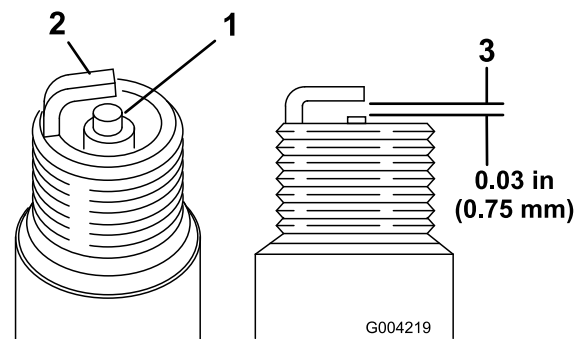

Figura 35
1. Mire la parte central de ambas bujías (Figura 35). Si se observa un color gris o marrón claro en el aislante, el motor está funcionando correctamente. Si el aislante aparece de color negro, significa que el limpiador de aire está sucio.
2. Compruebe la separación entre los electrodos central y lateral (Figura 35).
3. Si la distancia no es correcta, doble el electrodo lateral (Figura 35).